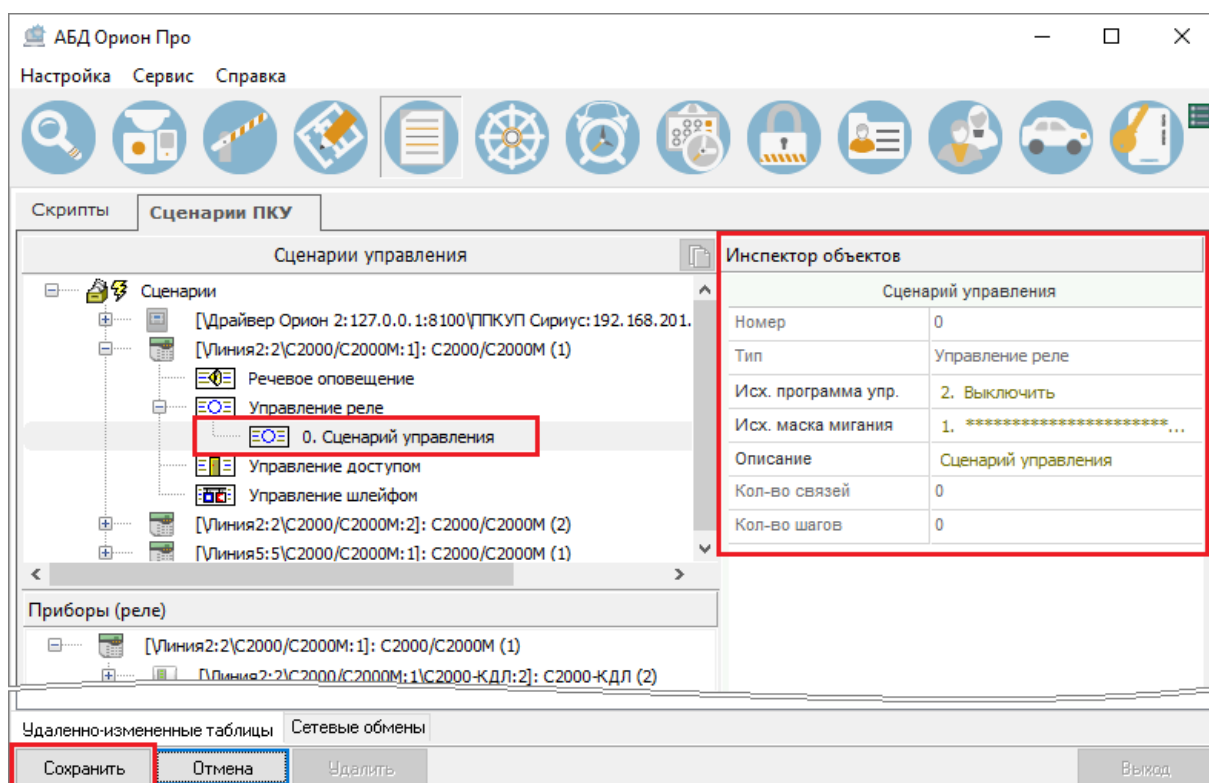

Рисунок 6-659 Создаваемый сценарий типа "Управление реле" и его свойства в инспекторе объектов
- либо кнопку «Сохранить», чтобы подтвердить сохранение создаваемого сценария (см. Рисунок 6-659),